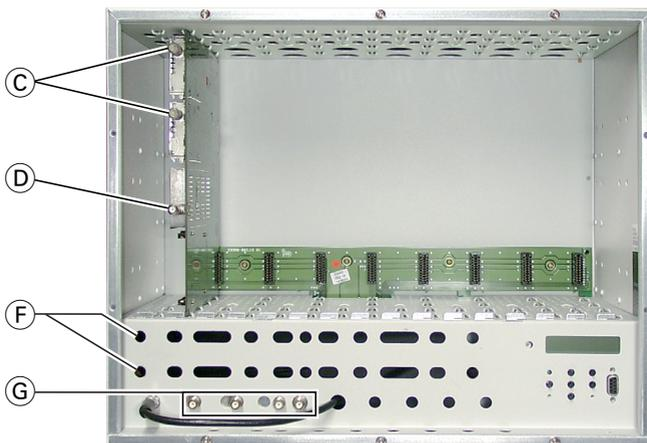

Abb. 4
- SAT-ZF-Eingänge (C) des DVB-S2-QAM-Moduls über selbst gefertigte HF-Kabel (Länge ca. 80 cm) durch die Kabeldurchlässe (F) (Abb. 4) mit den vormontierten F-Durchführungen in der Rückwand der Kopfstation oder je einem der Ausgänge der gegebenenfalls nachgerüsteten SAT-ZF-Eingangsverteiler verbinden.
- Modulator-Ausgang (D) nach der Programmierung mit einer der Eingangsbuchsen (G) des Ausgangssammlers verbinden.